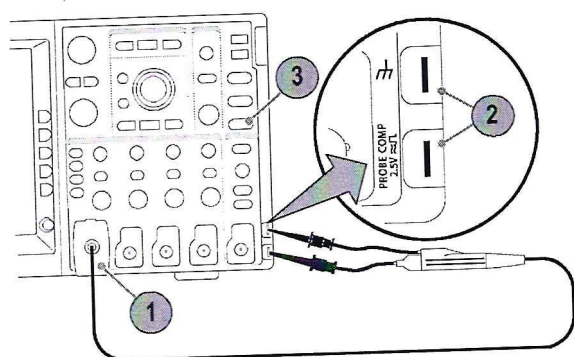

Рисунок 1
8.2.2 С помощью двух наконечников-зажимов из комплекта пробника подключить измерительную головку к контактам PROBE COMP на передней панели осциллографа (рис. 1)